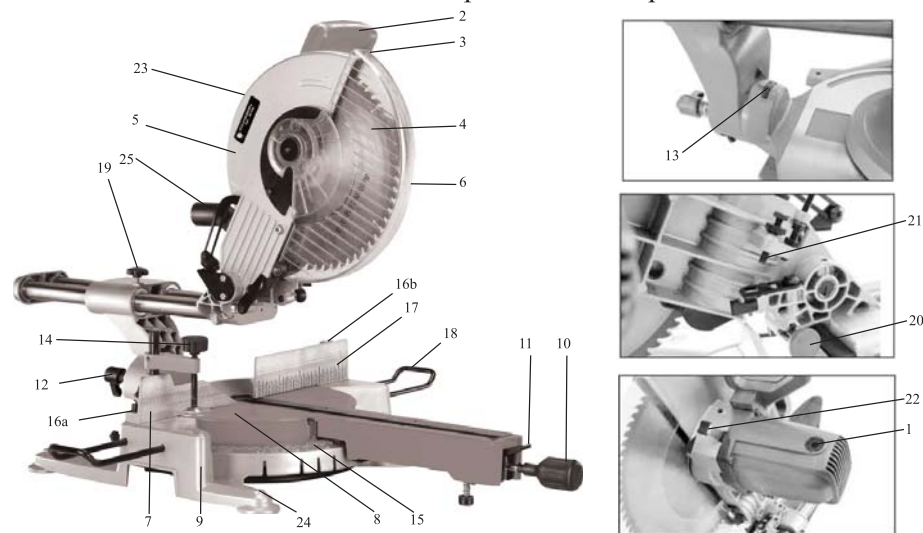

Рис. 1
3.1 Общий вид пилы схематично представлен на рис.1\*